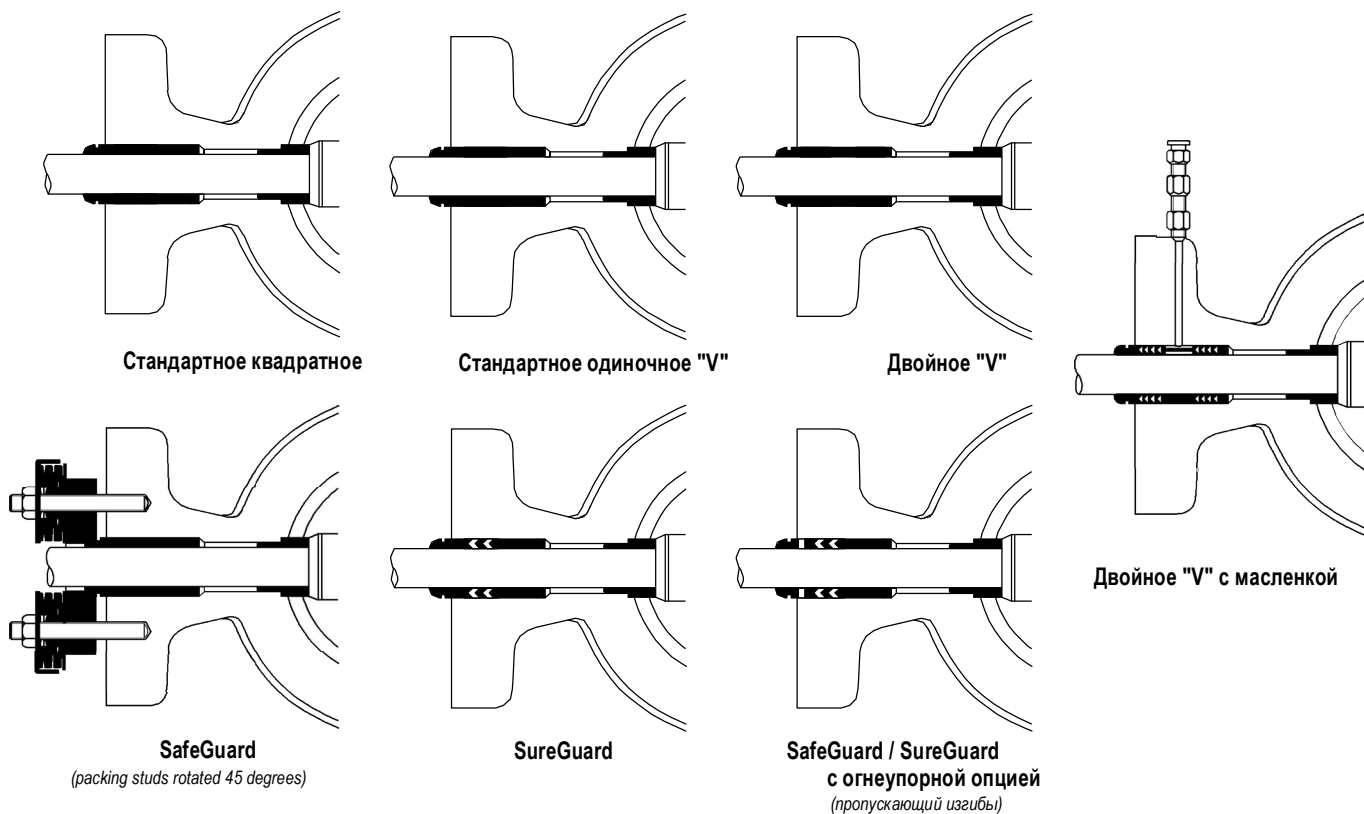

Рис. 3: Типовые конфигурации уплотнения
7. Введите в корпус фиксатор уплотнения, нижнее уплотнение, распорку уплотнения, верхнее уплотнение и ведомый элемент. Типовые конфигурации уплотнения показаны на рис. 3.